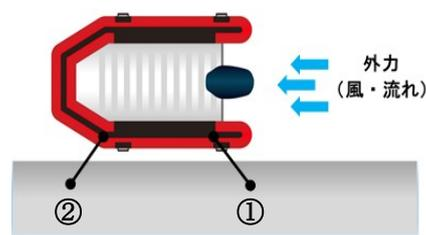

図 3-17
- ② 船尾側から風潮流を受ける場合、船尾側の係留ロープを先に結ぶ。(図 3-17)